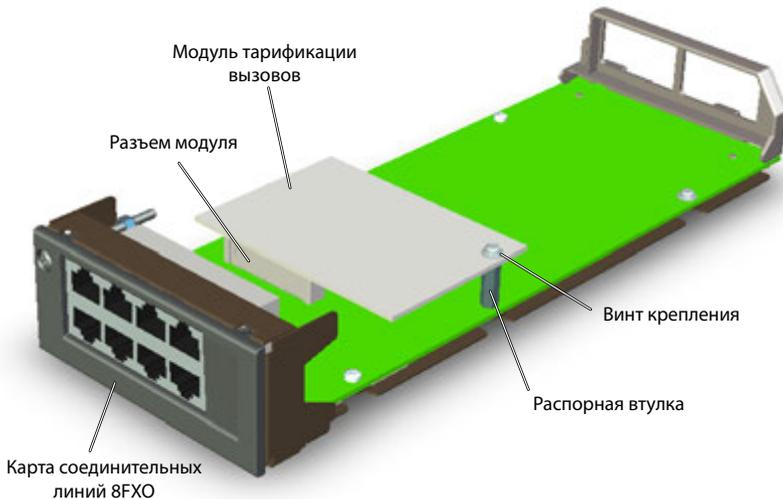

Fig. 28 Модуль тарификации вызовов на карте соединительных линий 8FXO
3. Удалите винт крепления модуля тарификации вызовов на карте FXO и на его место привинтите распорную втулку (см. Fig. 28).